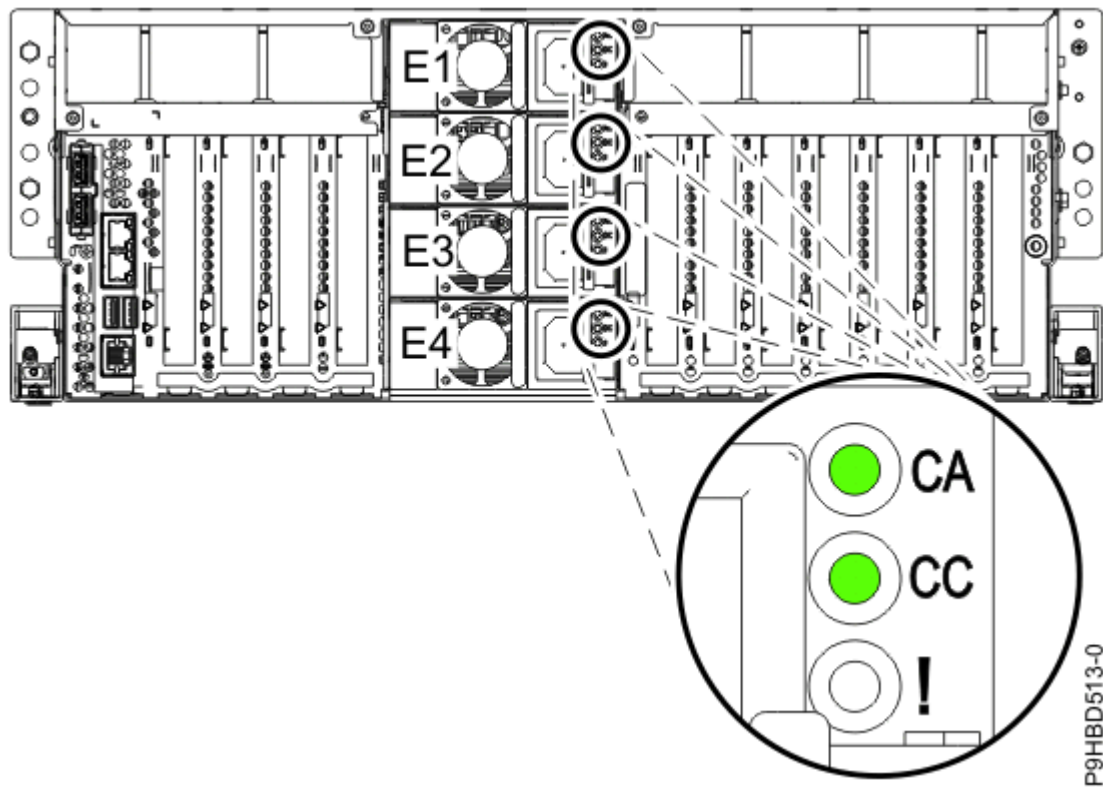
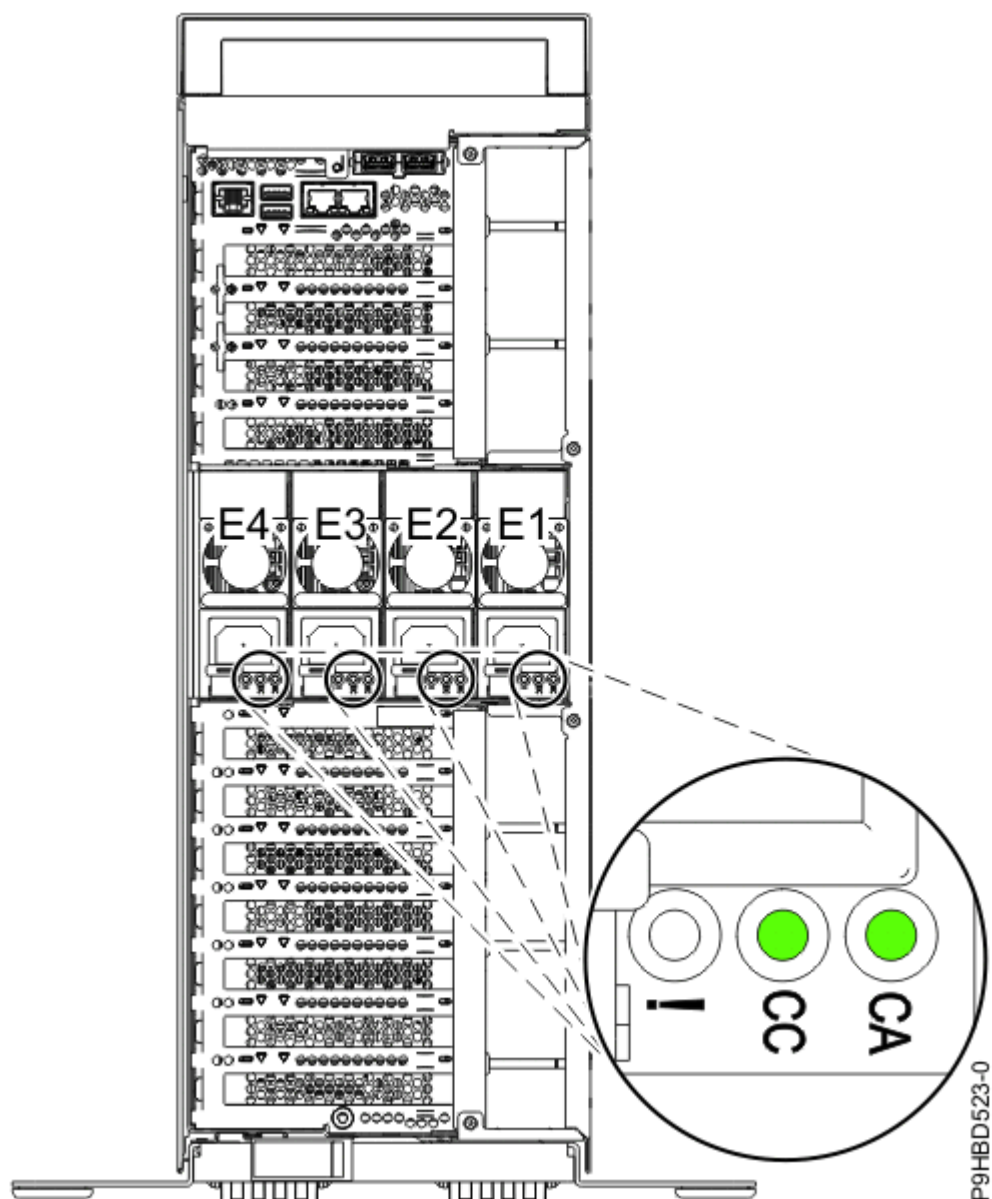

Figura 10. LED per a un sistema muntat en bastidor amb la font d'alimentació en funcionament
Figura 11. LED per a un sistema autònom amb la font d'alimentació en funcionament
5. Fixeu-vos en els LED d'estat de la font d'alimentació substituïda; consulteu la Figura 10 a la pàgina 13 o la Figura 11 a la pàgina 14.